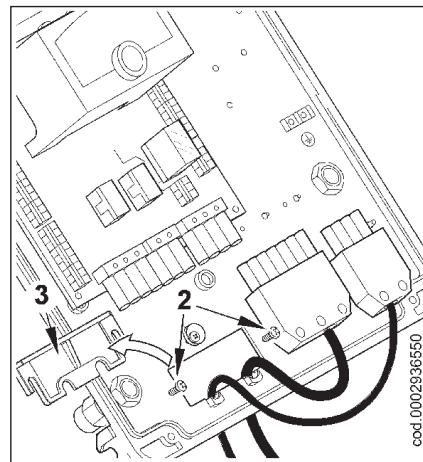

Рис. 2
- Ослабьте винты (2). После того как вы сняли кабельный зажим (3), пропустите через отверстие 7-штырьковый и 4-штырьковый разъёмы (см. рис. 2).
- Установите зажимную пластинку, как показано на рисунке 3. Поверните эксцентрик (6) так, чтобы пластина должна образом надавила на два провода. После этого закрутите винты фиксации пластины. Наконец, соедините два разъёма, 7-ми- и 4-штырьковый.
- Чтобы закрыть крышку электрического щита, закрутите 4 винта (1) на момент затяжки примерно 5 Нм для обеспечения должной прочности. После этого, чтобы получить доступ к панели управления (8), отцепите прозрачную дверку (7), слегка надавив каким-нибудь инструментом (например, отверткой) в направлении, указанном стрелками на рисунке 4, продвиньте немного и отделите от крышки.